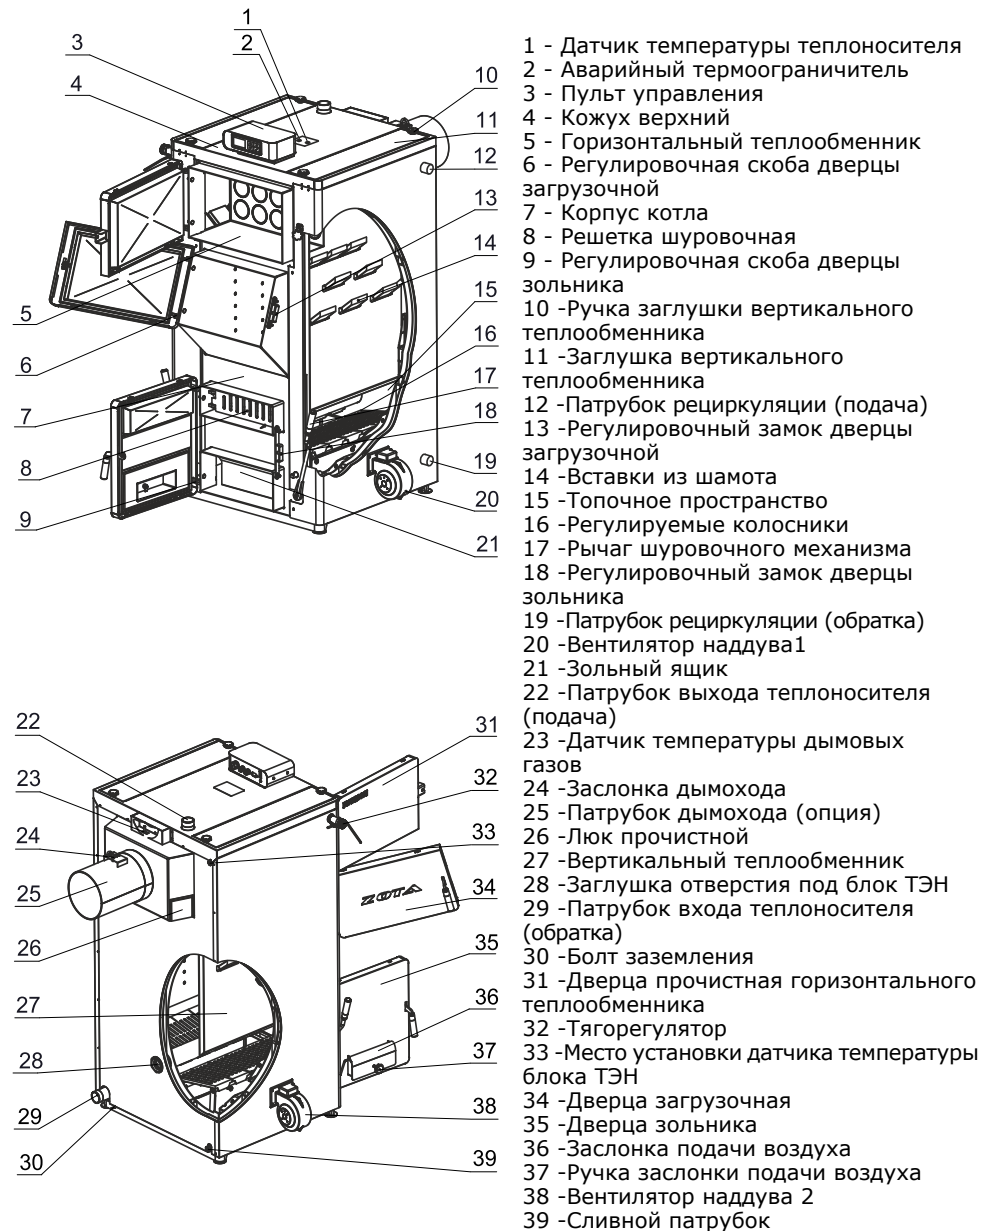

Рис.1 Конструкция отопительного котла
4.5.10. Эксплуатация котла без зольного ящика (поз.21 Рис.1).
5.2. Котел (Рис.1) состоит из корпуса (поз.7), топочного пространства (поз.15), системы газоходов (поз.5, 27). Корпус котла выполнен из листовой стали сварной конструкции с водяной рубашкой и системой газоходов, переходящих в дымоход (поз.25) (опция) с заслонкой (поз.24).
- Снимите заглушку теплообменника (поз.11, Рис.1), выньте шамотные вставки, произведите чистку газохода от сажи, установите вставки из шамота обратно.
Внимание! Не допускайте переполнения зольника (поз.21, Рис.1), так как это препятствует правильному распределению воздуха под топливом, что приводит к неэффективному горению топлива и может быть причиной прогорания колосников и шуровочного механизма.
- Установить регулировочную ручку (Табл.2 поз.17) вместо ручки крепления заслонки таким образом, чтобы она не препятствовала закрытию заслонки подачи воздуха (поз.37, Рис.1);
При работе котла в основном режиме от наддувного вентилятора, необходимо выкрутить регулировочную ручку на заслонке и вместо нее установить ручку крепления заслонки с резьбой М6 (поз.38, Рис.1), заслонка должна прилегать плотно к окну дверцы, чтобы не было подсоса воздуха.
8.5.3. Мощность котла в грубых пределах регулируется с помощью изменения тяги поворотом заслонки (поз.24, Рис.1) в дымоходе. Тонкая регулировка производится с помощью тягорегулятора.
8.5.4. Для обеспечения длительного горения топлива вычистите колосниковые решетки качанием рычага шуровки (поз.19, Рис.1). Добавьте в загрузочную камеру необходимое количество топлива, растопите котел, а затем снизьте мощность котла, уменьшая тягу путем прикрытия заслонок на дымоходе и шуровочной дверце с помощью тягорегулятора.
5.5. На задней части котла имеется патрубок входа теплоносителя (поз.29) патрубок слива теплоносителя из котла (поз.39) G1/2". Для монтажа системы рециркуляции на боковой стенке котла предусмотрены патрубки G1" (поз.12; 19) Рис.1. На коллекторе дымохода имеются люки прочистные (поз.26) для чистки коллектора.